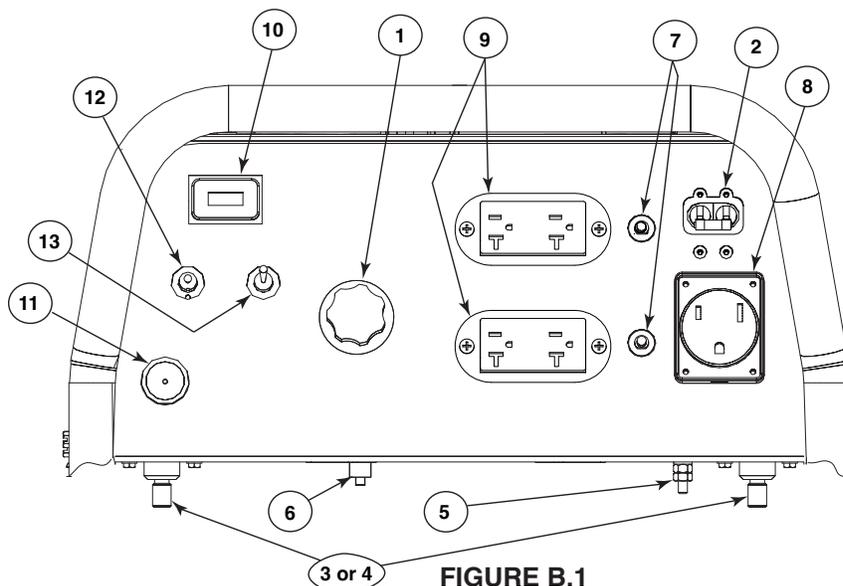

FIGURE B.1
COMMANDES ET RÉGLAGES. Toutes les commandes de la machine à souder /générateur se trouvent sur le panneau de réglage de la tension à la sortie. Les commandes du moteur à essence se trouvent sur la machine. Voir Figure B.1 et les figures dans la section opération de la machine.
Voir la Figure B.1 pour retrouver les éléments suivants:
1. Enlevez les écrous hexagonaux de la borne de tension de soudage y placez les câbles de la pièce et de l'électrode de soudage sur les bornes. Voir Figure B.1 et B.1a. Serrez bien les connexions.